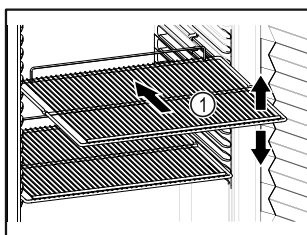

Fig. 61 Näitlik kujutis
- ❑ Kui hoiuresid Fig. 61 (1) on teiseldatavad, siis kohandage olenevalt kõrgusest.